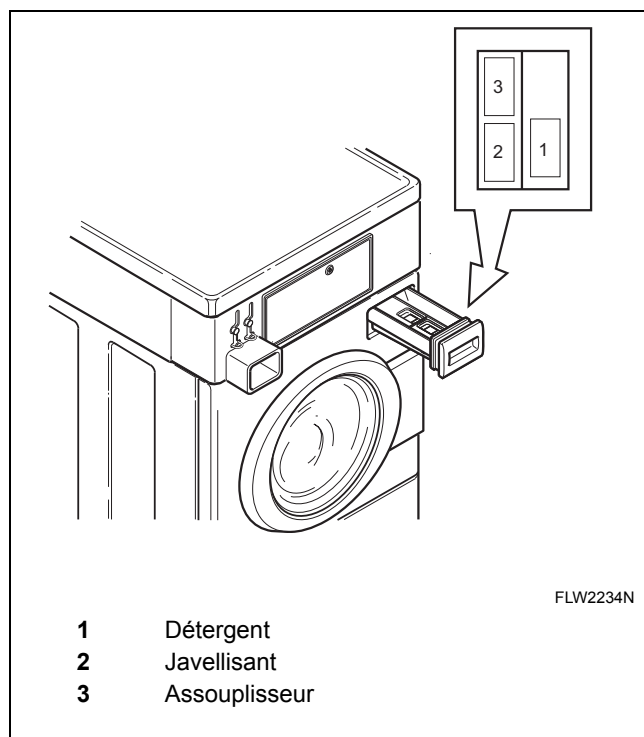

Figure 21
Ouvrir le tiroir distributeur Mesurer et verser de la lessive peu moussante mais très efficace (1), le javellisant (2) et l'assouplisseur (3) dans le tiroir distributeur (consulter *Figure 21*). Fermer le tiroir distributeur.